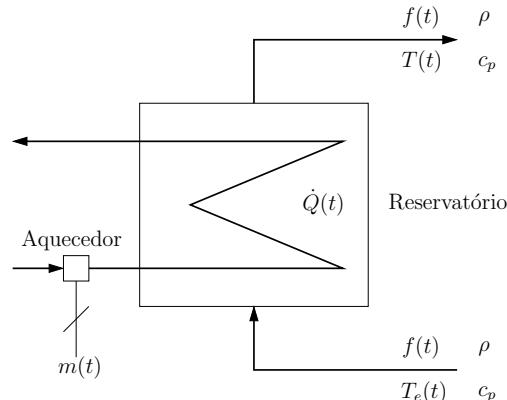

Figura 3: Trocador de calor.
3. Trocadores de calor são equipamentos muito utilizados na indústria de controle de processos. Considere o reservatório de aquecimento mostrado na Figura 3. Um fluxo de processo esta sendo aquecido no reservatório por um aquecedor elétrico. A proporção da transferência calorífica,  $\dot{Q}(t)$ , para o fluido de processo está relacionado ao sinal,  $m(t)$ , por